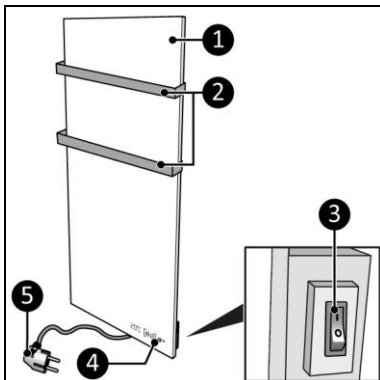
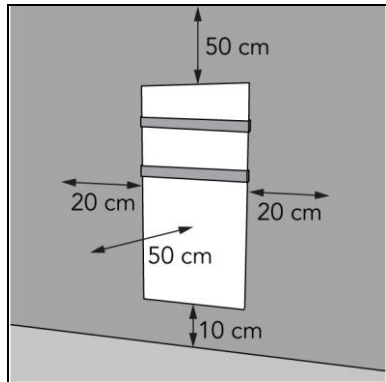

Figure 4
Figure 6
Le Sani Wi-Fi (Figure 4) est un chauffage électrique de salle de bain facile à utiliser dans la zone 3 de la salle de bain (Figure 6). Le Sani Wi-Fi peut être utilisé avec l'appli Eurom Smart.
2. Placez l'appareil à une distance minimale (Figure 6) de :